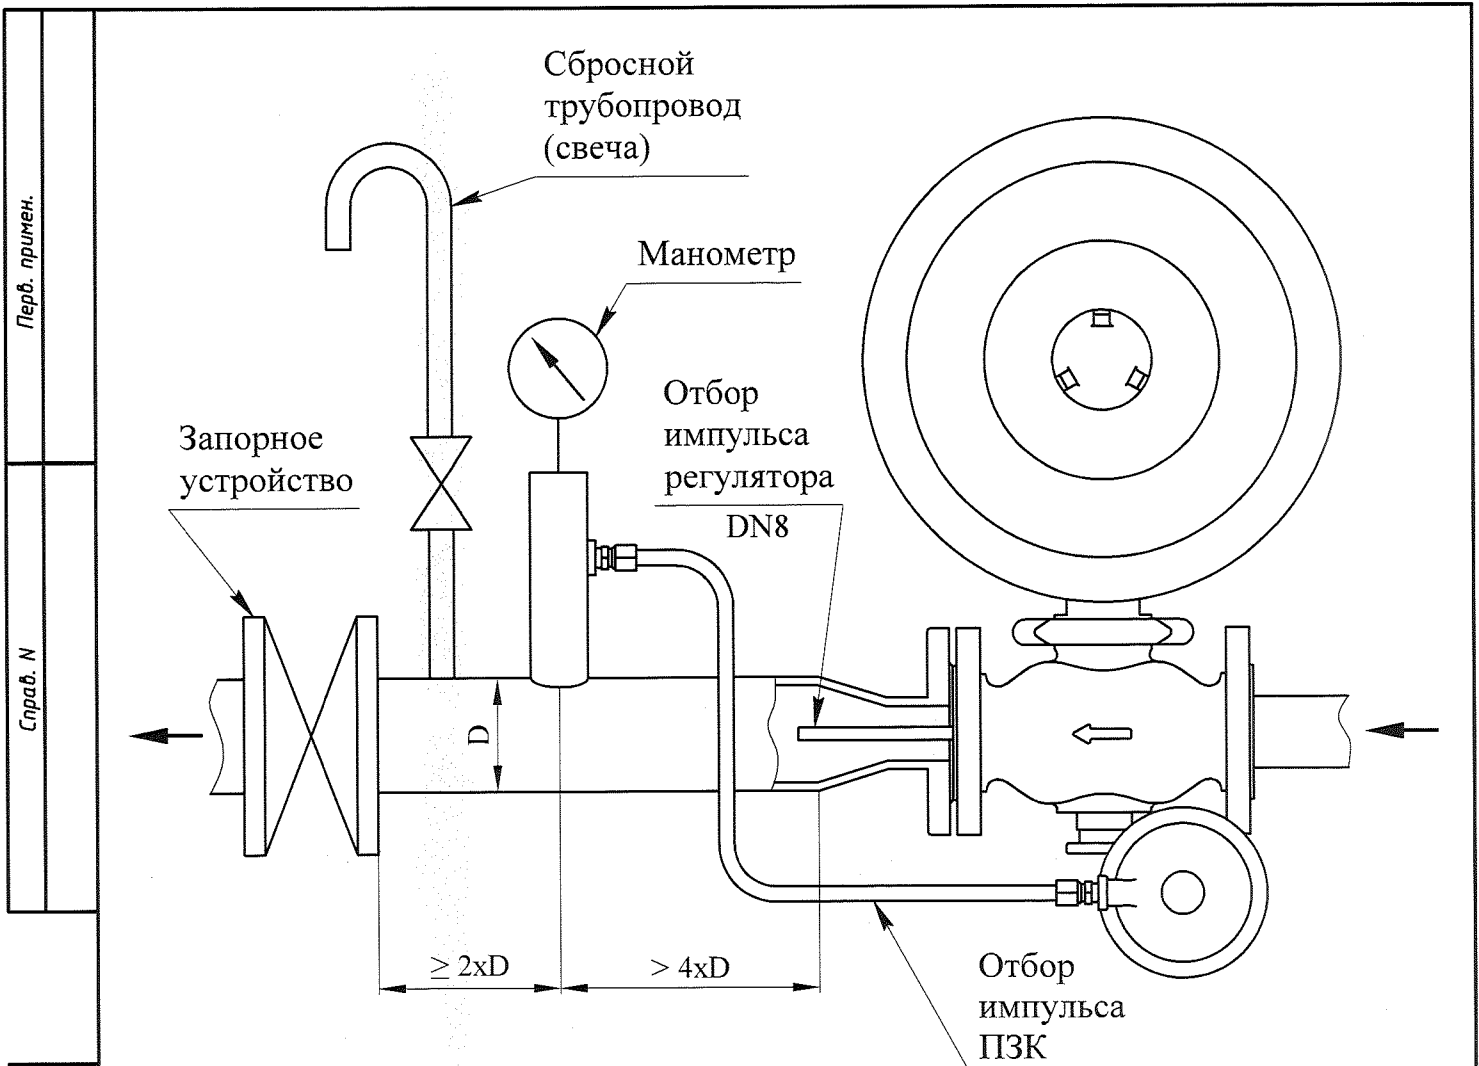

Рисунок 5
- вращая винт 15 по часовой стрелке произвести настройку регулятора на необходимое выходное давление (контроль по манометру (рисунок 5));